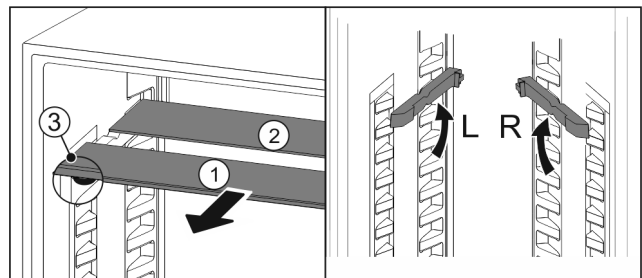

Fig. 162
- ▶ Glasplatten einzeln nach vorne herausziehen Fig. 162 (1).
- ▶ Glasplatte Fig. 162 (1) mit Zierleiste liegt vorne.
- ▶ Stopps Fig. 162 (3) zeigen nach unten.